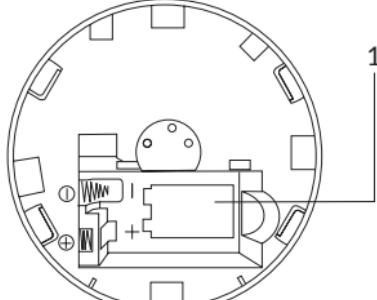

Fig. 3
6.2. Inserire la batteria di alimentazione nel dispositivo (fig. 3, pos. 1).